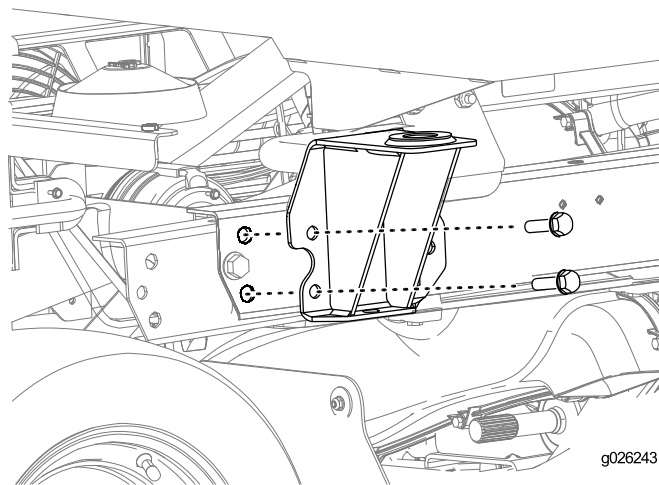

Figure 21
1. Fixez les pattes de montage arrière sur la machine, comme montré à la Figure 21, au moyen des fixations retirées de la structure ROPS à l'opération Dépose de la structure ROPS \(page 6\).